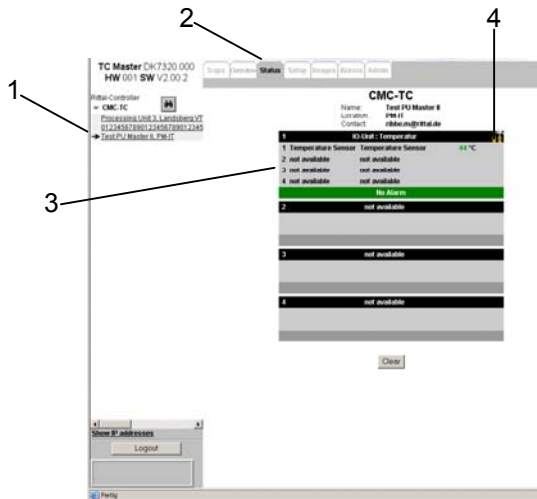

Abb. 39 Übersicht Status Sensoreinheiten
- Klicken Sie im linken Frame des Browserfensters, (Abb. 39 Punkt 1), auf den Link der Processing Unit (diese wird dann mit einem Pfeil markiert).
- Klicken Sie dann auf den Reiter „Status“ (2).